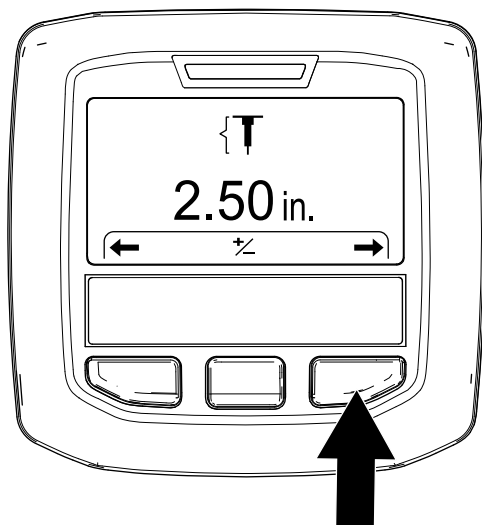

图 47
3. 按右侧 InfoCenter 信息中心按钮可显示“设置孔深”屏幕图 47。